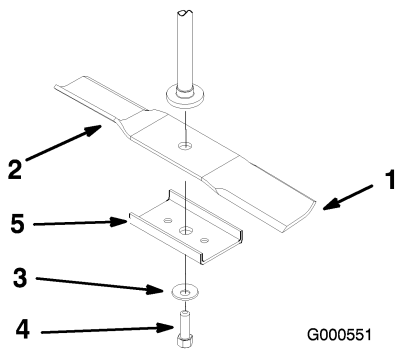

Figura 40
Sujete el extremo de la cuchilla usando un trapo o un guante grueso. Retire del eje el perno de la cuchilla, la arandela curva, el refuerzo de la cuchilla y la cuchilla (Figura 40).
- Instale la cuchilla en el eje (Figura 40).
- Instale el refuerzo de la cuchilla, la arandela curva (con la copa hacia la cuchilla) y el perno de la cuchilla (Figura 40).